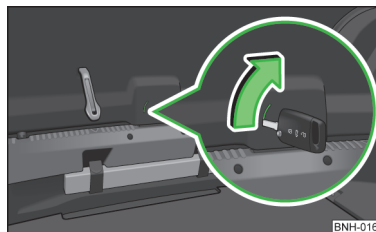

Fig. 159
- Introduceți cheia în fanta din capitonaj, până la capăt » fig. 159.